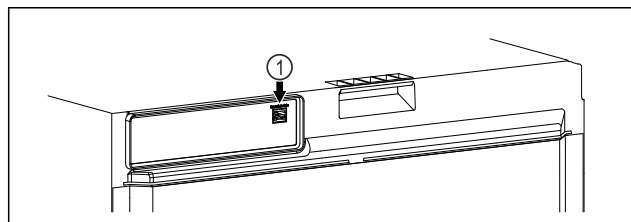

Fig. 104
- A SmartModule Fig. 104 (1) be van helyezve.